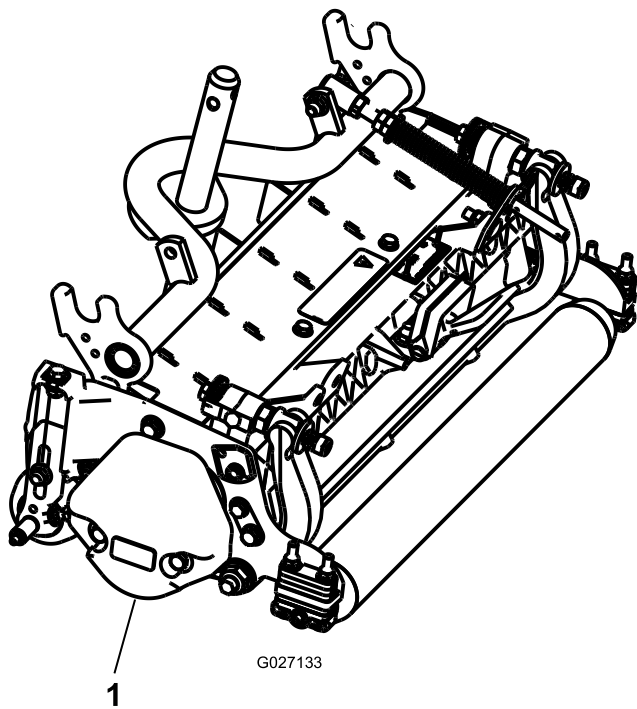

Рисунок 3
3. Убедитесь в том, что противовес (Рисунок 3) установлен с соответствующего конца режущего блока, как описано в *Руководстве по установке комплекта противовеса*.